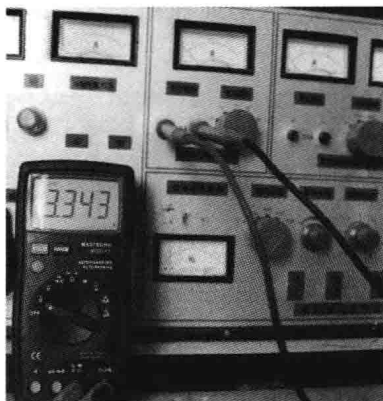

图 5-20 测量交流低压电源
(3) 由液晶显示器读取被测电压的电压值, 从图 5-20 可读出被测电压的电压值为 244.1V。
(4) 测量完毕, 将转换开关置于 OFF 挡, 拔下红、黑表笔。
(1) 将转换开关旋至 ACV 挡。
(2) 将两表笔并联在电源的两端, 测量电源的电压, 如图 5-20 所示。
(3) 由液晶显示器读取被测电源的电压值，从图 5-20 可读出被测电压的电压值为 3.343V。
(4) 测量完毕，将转换开关置于 OFF 挡，拔下红、黑表笔。